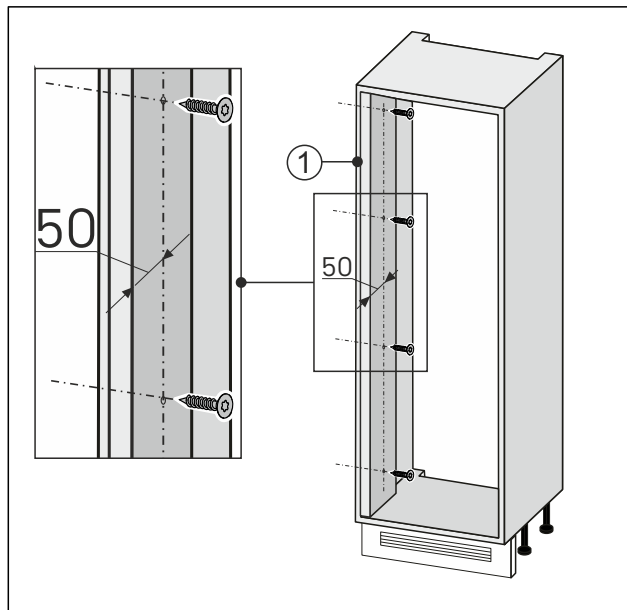

Fig. 93
- Przykręcić element wyrównujący ścianę po stronie otwierania drzwi Fig. 93 (1) do wnęki meblowej.